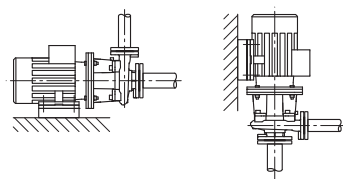
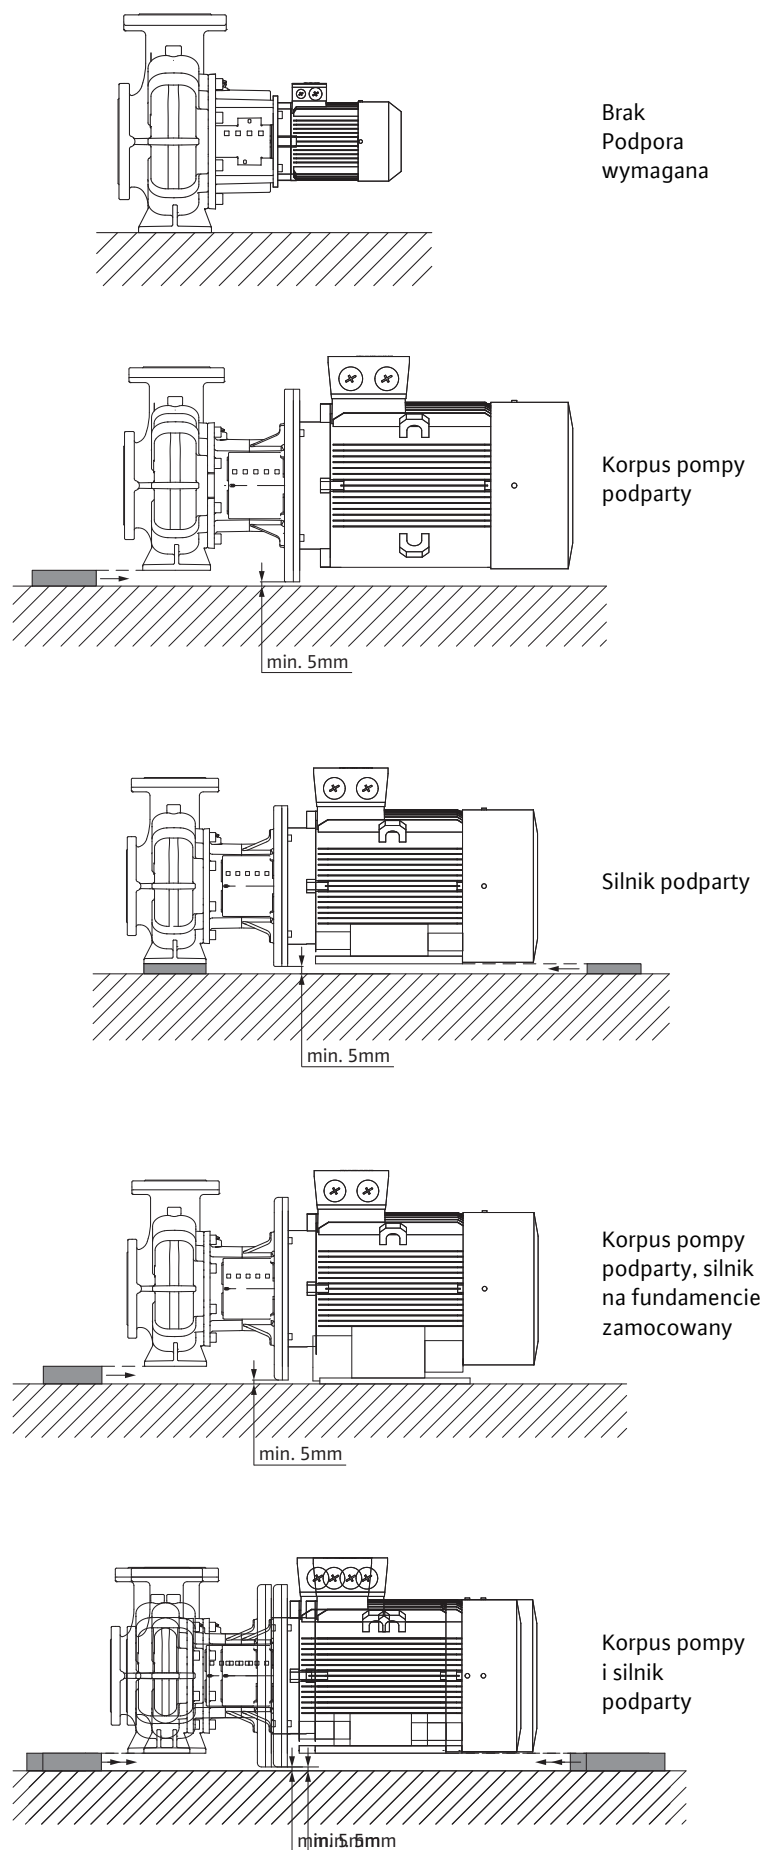

Fig. 41: Wersja BL
Fig. 42: Przykłady montażu BL
- Pompy blokowe typoszeregu BL ustawiać na fundamentach lub konsolach o odpowiednich wymiarach (Fig. 41). W pompach typu BL silnik o mocy powyżej 18,5 kW musi być odpowiednio podparty, patrz przykłady montażu BL (Fig. 42).